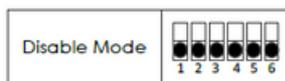

Figura 10
**Attenzione:** Prima di impostare i parametri con il programmatore portatile, l'interruttore DIP deve essere impostato sulla modalità disabilitata, come mostrato nella figura 10.
**Attenzione:** Prima di impostare i parametri con il programmatore portatile, l'interruttore DIP deve essere impostato sulla modalità disabilitata, come illustrato nella figura 10.